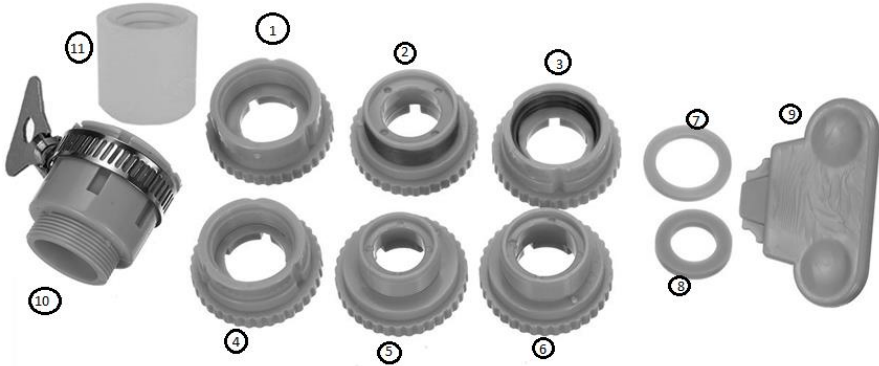

Рис. 1. Монтажный комплект:
1. Извлеките корпус прибора из коробки. Подберите набор из соединителя – переходника и уплотнительного кольца, подходящих вашему смесителю – рис.1.